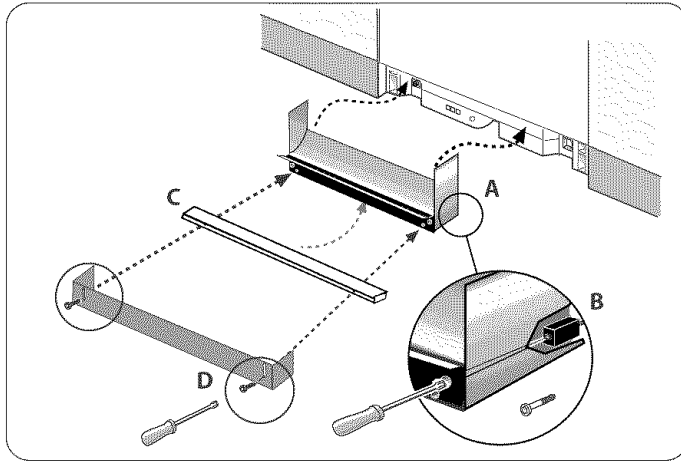
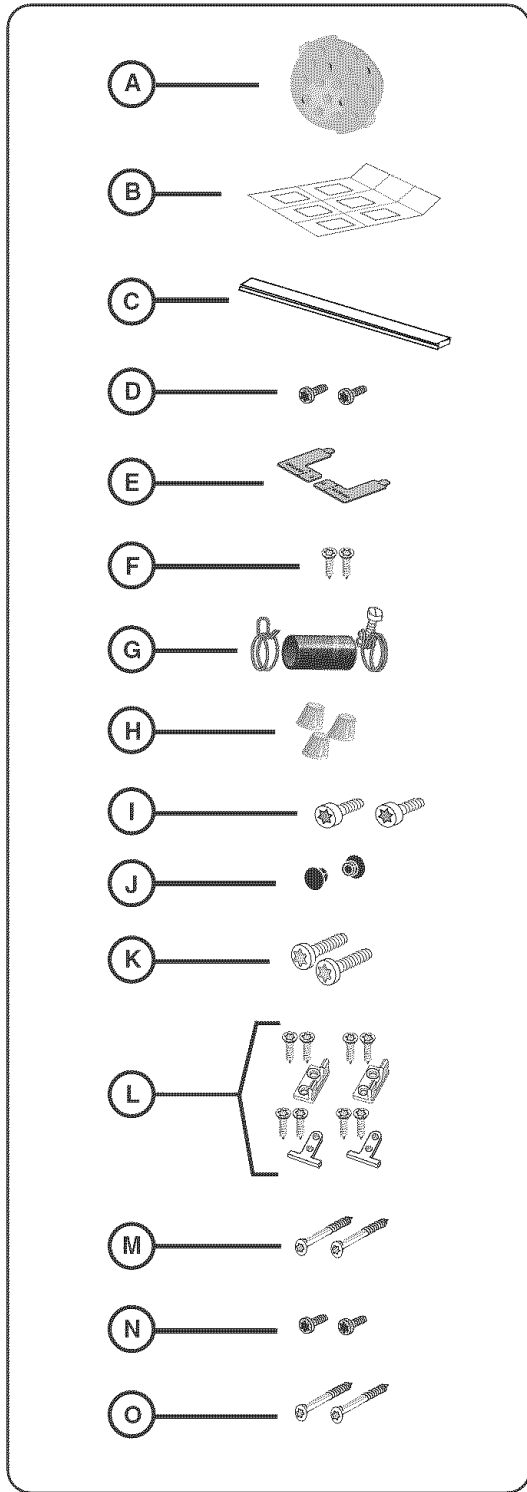

Figure 31
Ilustración 1
- 1) Placer la pièce base sous et vers le haut du panneau inférieur avant du lave-vaisselle comme à la figure 31.
- 2) Insérer les vis de pièce de base (figure 1, lettre O) dans la pièce de base, figure 31, lettre B. Serrer les vis de pièce de base.
- 3) Placer la bande isolante en coton (figure 1, lettre C) sous l'appareil entre le bas de la pièce de base et le plancher comme à la figure 31, lettre C.
- 4) Placer le panneau inférieur sur la bande isolante en coton et utiliser les vis du panneau (figure 1, lettre N) pour maintenir le panneau en place comme à la figure 31, lettre D.
Les numéros de modèle et de série sont situés sur la plaque signalétique placée du côté droit de l'intérieur de la porte du lave-vaisselle. Voir figure 1. Cela ressemble à ceci :
Los Accesorios para su lavadora se empacaron en una o más bolsas de plástico. Revise que se incluyeron con su modelo todas las piezas que se muestran en la Ilustración 1 (NOTA: Los gráficos se muestran fuera de proporción). Si faltan piezas, comuníquese al respecto inmediatamente con el vendedor.
- Una Boquilla Regadera para Piezas Extra Altas (Ilustración 1, artículo A)
**Los modelos SHI y SHV** también incluyen una Hoja Patrón para la Instalación del Panel (Ilustración 1, artículo B).
**Los modelos SHY66 y SHX99A** también incluyen una Tira Aislante de Algodón (Ilustración 1, artículo C).